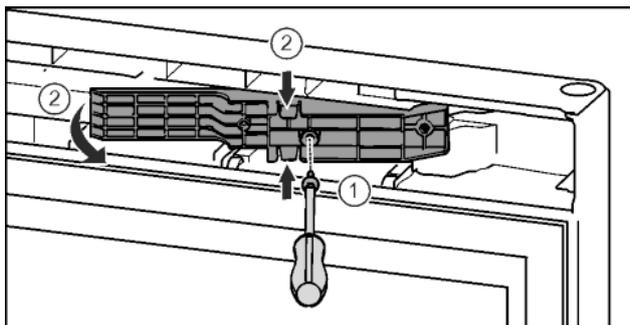

Fig. 16\*
- ▶ Schrauben mit Schraubendreher T15 lösen.\* Fig. 16 (1)
- ▶ Adapterstück herausziehen.\* Fig. 16 (2)